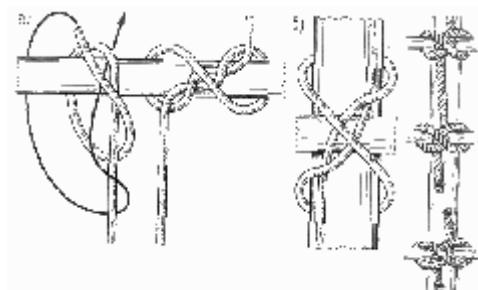

Рис. 52. Питонов узел:
**Питонов узел** (рис. 52). Как питон почти ничем не отличается от удава, так и этот узел не имеет особых отличий от “констриктора”. По принципу они схожи. Питонов узел применим для тех же случаев, что и “констриктор”. Кроме этого, он очень может пригодиться для связывания двух поперечных реек (рис. 52, б). Их соединение с помощью этого узла будет намного прочнее, чем на гвоздях.